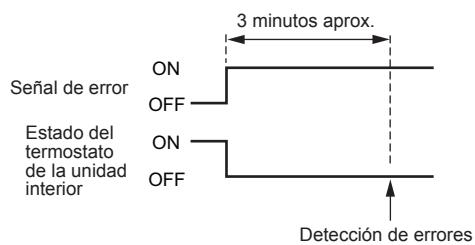

Fig. 5-7
- Estado de error: Señal de error encendida (contacto conectado) (ON)
### ③ Funcionamiento de la unidad interior en caso de entrada de señal de error (Fig. 5-7)